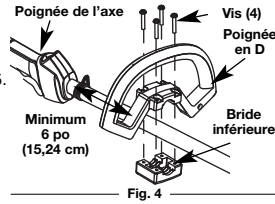

Fig. 4
- Placez la poignée en D sur le corps de l'arbre et au-dessus de la bride inférieure (Fig. 4). Placez-la à au moins 6 pouces (15,24 cm) de l'extrémité de la prise de l'arbre.